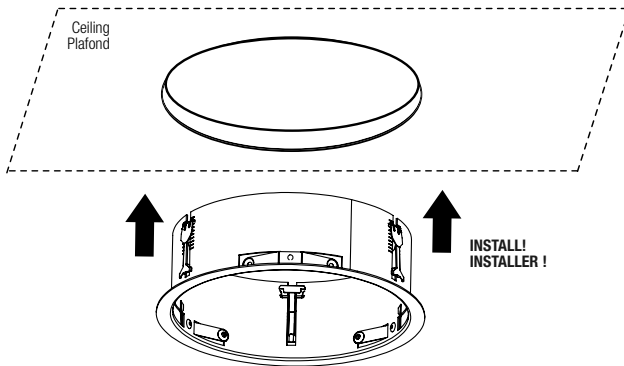

Figure 4
3. With clips seated properly in can insert mounting frame through ceiling opening so it is flush to ceiling (Fig. 4).
3. En vous assurant que les clips soient bien placés dans le boîtier, insérer le cadre de montage par l'ouverture du plafond de sorte qu'il affleure au plafond (Fig. 4).